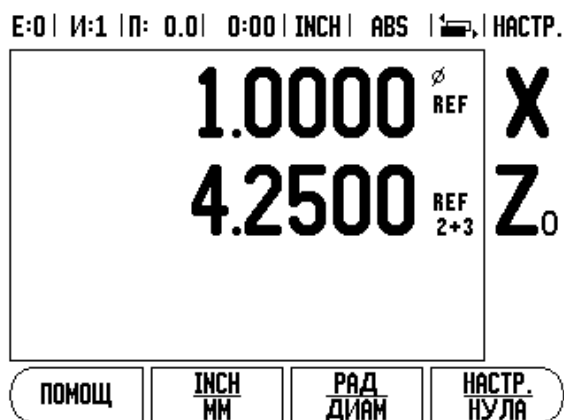

Abb. I.4: Активиране на Z куплиране
- ▶ Натиснете цифровите бутони, свързани с входа за енкодер на задната част на устройството. Натиснете бутоните + или -, за да куплирате втори вход към първия. Номерата на входовете се показват до името на оста, индикирайки, че позицията е куплирана позиция (т.е. “2 + 3”). Вж. Abb. I.4:.
За да куплирате Z0 и оста Z и да получите резултата на дисплея Z0, натиснете и задръжте бутона Z0 приблизително 2 секунди. Сумата на Z позициите ще бъде показана на дисплея Z0, а дисплеят Z ще бъде изчистен. Вж. Abb. I.4:.